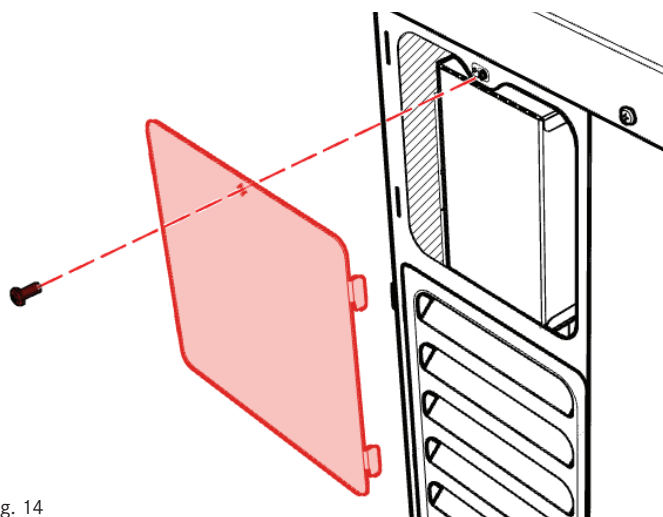

Fig. 14
- Ubique el panel de acceso en el lado izquierdo del refrigerador. Retire el tornillo de la parte superior del panel y a continuación levante el panel hacia arriba y hacia afuera para extraerlo (Fig. 14).